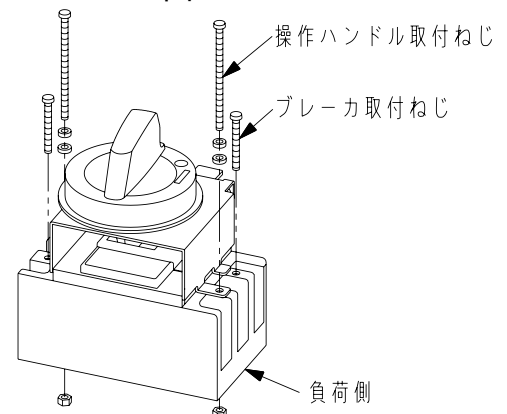

図7
- ②ブレーカに付属している取付ねじでブレーカを取り付けます。(図7)
- ③操作ハンドルの電源側・負荷側のラベルに従って方向を合わせ、ブレーカのハンドルとはめ合わせます。
- ④同梱の操作ハンドル取付ねじ2本にてブレーカと操作ハンドルを取付板に取り付けてください。(図7)